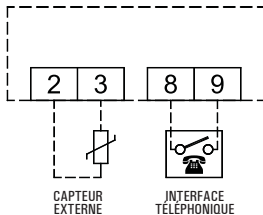

Fig. 4
4. Effectuer les raccordements électriques en respectant le schéma de la Fig. 4.